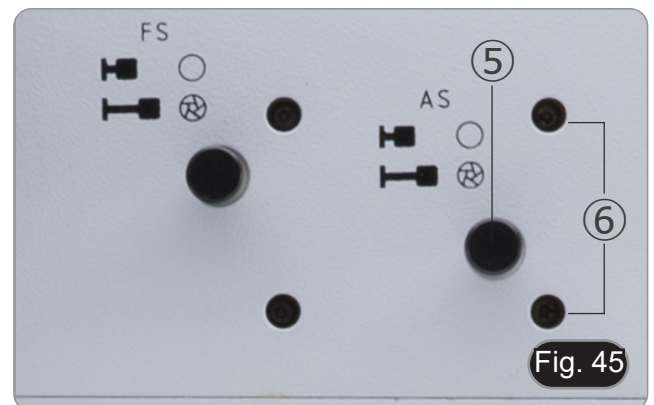

Fig. 45
2. Puxe para fora a alavanca do diafragma de abertura ⑤ para fechar completamente o diafragma. (Fig. 45)
4. Ao olhar para a manga da ocular vazia, usar a chave Allen fornecida nos parafusos de centragem ⑥ para trazer o ponto brilhante para o centro do campo de visão. (Fig. 45)